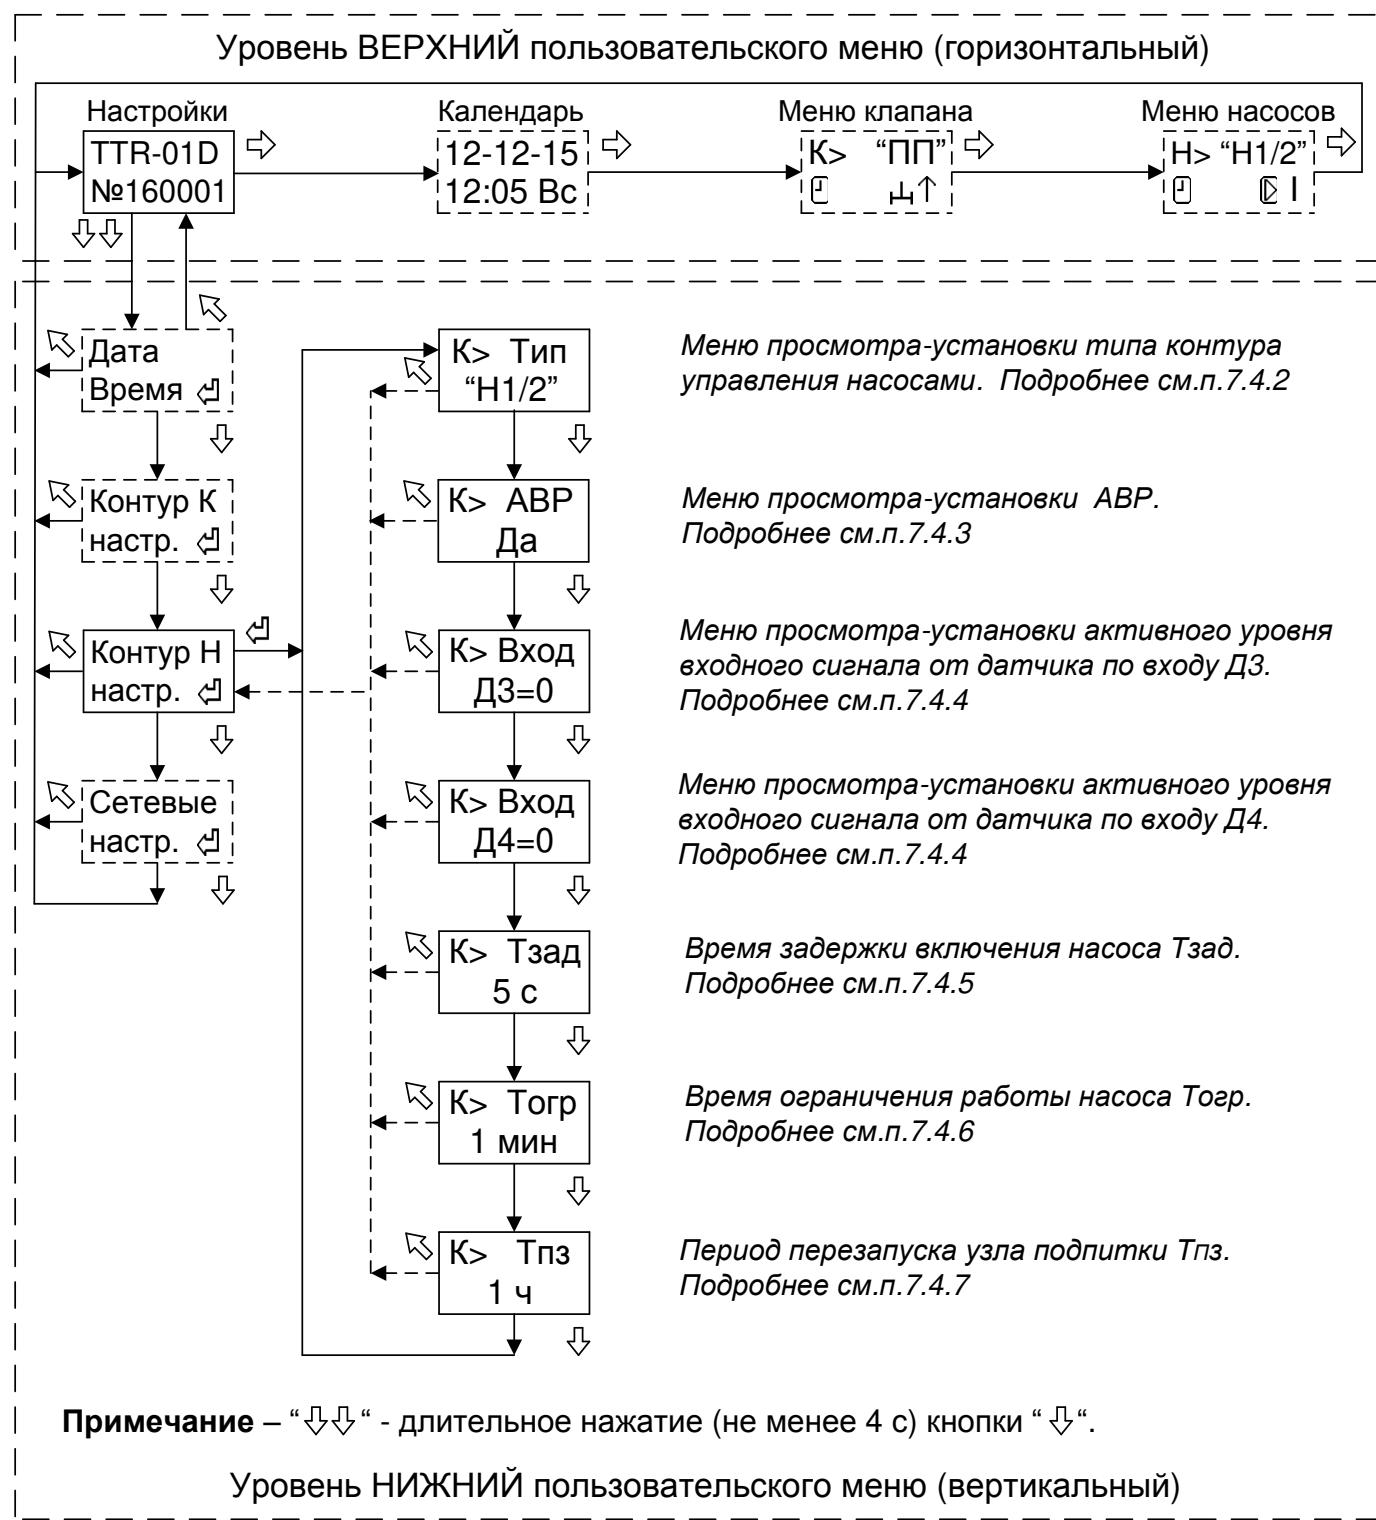

Рисунок 5 - Структура меню настройки параметров контура управления насосами.
7.4.3 Вход в меню просмотра-установки параметра **ABP** (автоматический ввод в работу резервного насоса в случае неисправности основного) производится при нажатии кнопки “” (см. рисунок 5).
7.4.5 Вход в меню просмотра-установки параметра времени задержки включения насоса Тзад производится при нажатии кнопки “” (см. рисунок 5).
7.4.6 Вход в меню просмотра-установки параметра времени ограничения работы насоса **Тогр** производится при нажатии кнопки “” (см. рисунок 5).
7.4.7 Вход в меню просмотра-установки параметра периода перезапуска узла подпитки **Тпз** производится при нажатии кнопки “” (см. рисунок 5).